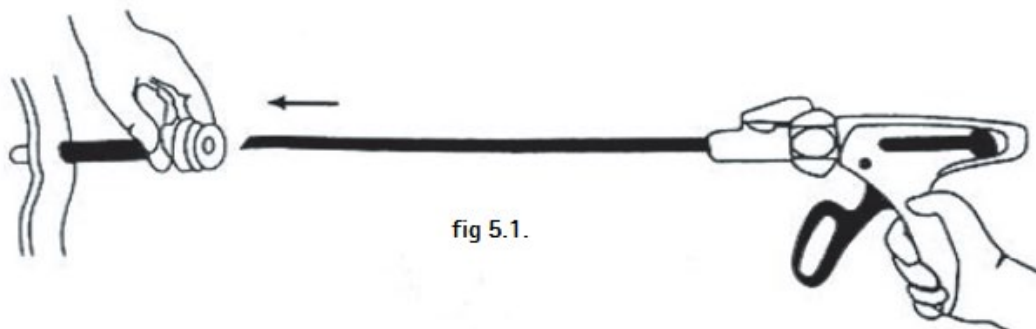

fig 5.1.
5.1 Depois de fechar as garras da carga de uso único, apertando o cabo uma vez, insira o Endo Grampeador Linear Cortante e a carga de uso único dentro da bainha do trocarte de tamanho apropriado (veja a Fig. 5-1).